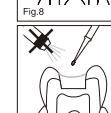

Fig.8
- Bajo spray de agua, usando técnicas estándar, el acabado final puede alcanzarse aproximadamente 3 minutos tras el comienzo de la mezcla. (Fig. 8).
- La finition et le polissage peuvent commencer sous spray d'eau approximativement 3 min. après le début du mélange (fig. 8).
- O acabamento final utilizando as técnicas padrão sob spray de água pode começar aproximadamente 3 minutos depois do inicio da mistura (Fig. 8).